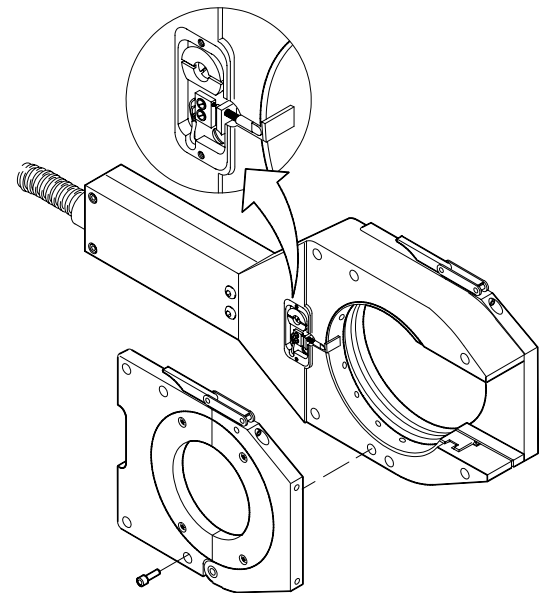

図 20：アクチュエーターを取り付ける
1. 右のサイド・プレートを取り外します。図 20 をご参照ください。